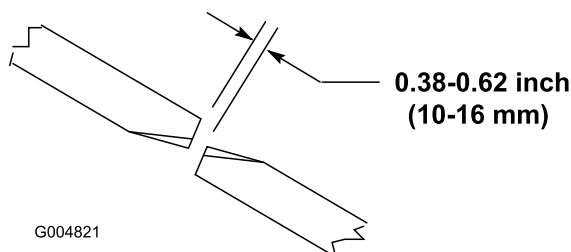

Bild 28
Für den richtigen Betrieb des Mähwerks muss ein Abstand von 10 mm bis 16 mm zwischen den Messerspitzen des Seit- und mittleren Mähwerks bestehen (Bild 28).
2. Drehen Sie ein mittleres und ein daneben befindliches seitliches Messer, sodass die Messerspitzen ausgerichtet sind. Messen Sie den Abstand zwischen den Messerspitzen, der Abstand sollte ungefähr 10 mm bis 16 mm betragen (Bild 28).